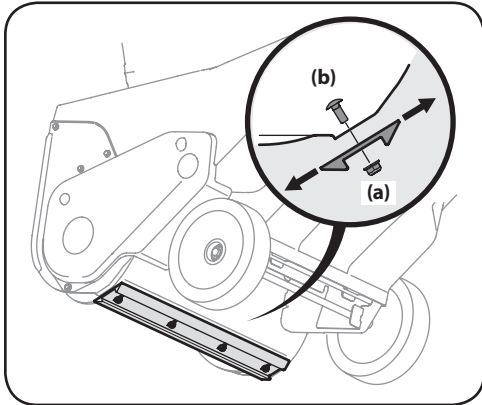

Figura 4-2
Afloje las cuatro tuercas de seguridad con brida (a) y los pernos de carro (b) que sujetan la placa de raspado a la caja. Consulte la Figura 4-2. Mueva la placa de raspado hacia la posición deseada y vuelva a apretar de manera segura las tuercas de seguridad bridadas (a) y los pernos de carro (b).
4. Quite los cuatro pernos de carro (b) y las tuercas de seguridad con brida (b) que la sujetan a la caja de la máquina quitanieves. Consulte la Figura 4-2.
6. Ajuste la placa de raspado como se indica en Ajuste de la placa de raspado de la Figura 4-2.